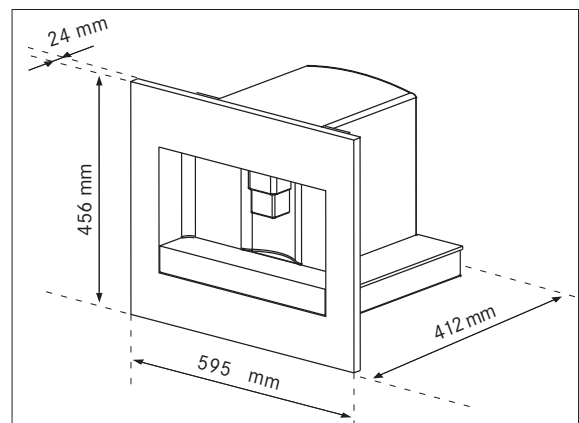

Fig. 1
- ▶ Verifique as medidas mínimas necessárias para a instalação correta do aparelho. (Fig. 1, 2 e 3).